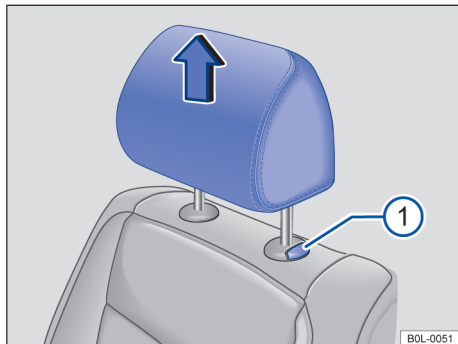

图 62 拆卸前排座椅头枕
- 按住按钮 → 图 62 ①，同时将头枕完全拉出。
- 按住按钮 → 图 62① 并下推头枕。